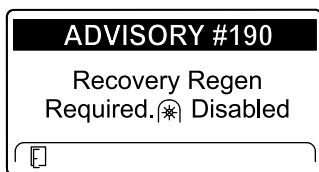

図 48
- リカバリ再生が必要です PTO が無効化されました アドバイス番号 190 図 48